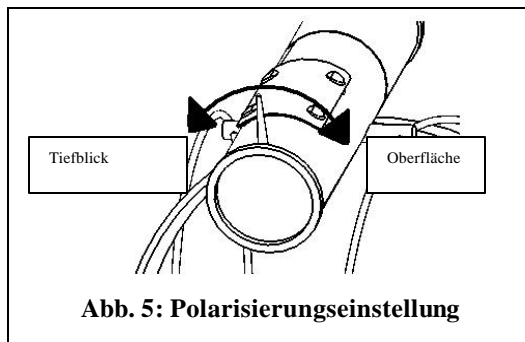

Abb. 5: Polarisierungseinstellung
- 3) Erfassen Sie diesen Einstellstift vorsichtig und drehen Sie ihn, wie in Abb. 5: Polarisierungseinstellung gezeigt.